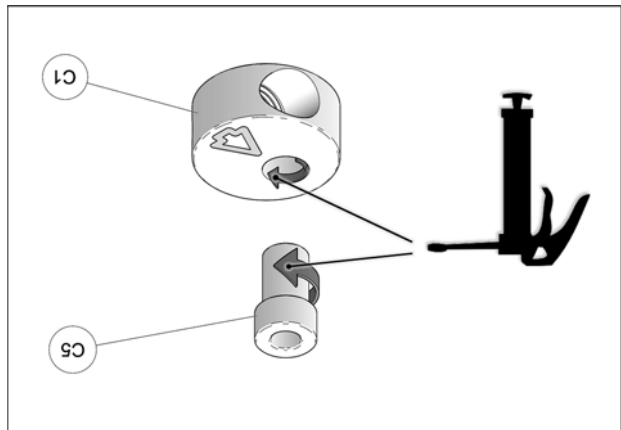

Fig. 22
12. À l'assemblage, les bagues espacateurs (C5) doivent être graissées. Appliquer une couche de graisse uniforme sur toute la circonférence de la bague espacateur et dans le logement du disque en aluminium (C1). Voir la Fig. 22